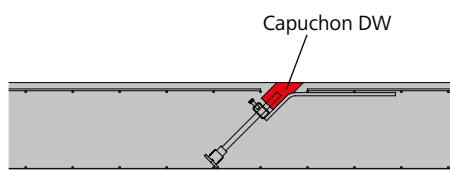

Fig. 30.1
Étape 1 : après le bétonnage, retirer le capuchon DW (Fig. 30.1).